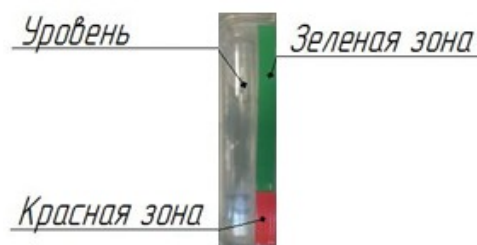

Рис.12. Оптический гравитационный индикатор наклона
- При передвижении подъемника по лестнице следует проверить индикатор уклона (Рис.12);